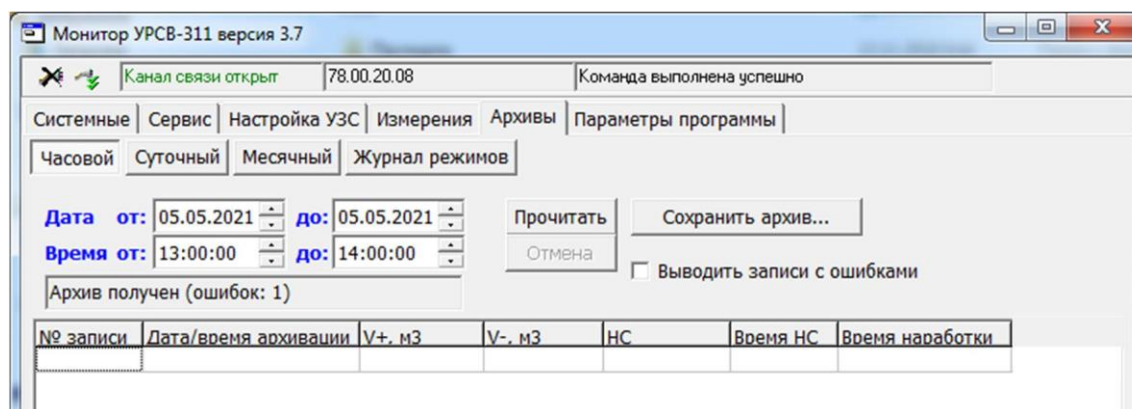

Рис.12. Вид вкладки «Архивы».
Текущее состояние расходомера (наличие / отсутствие нештатных ситуаций) индицируется на вкладке **Измерения** в поле **Нештатные ситуации** (рис.12).
- 4.1.5. Для считывания архивных данных необходимо перейти на вкладку **Архивы** (рис.12), выбрать вид архива (часовой, суточный или месячный), установить требуемый интервал в полях **Дата** и **Время** и нажать кнопку **<Прочитать>**.